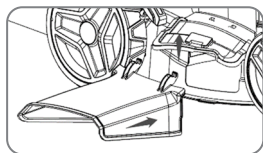

Fig. 5
INSTALACIÓN Y RETIRADA DEL RECOGEDOR DE HIERBA (FIG. 5)
3. Suelte la tapa de descarga trasera y fije el recogedor en su posición (Fig. 5).